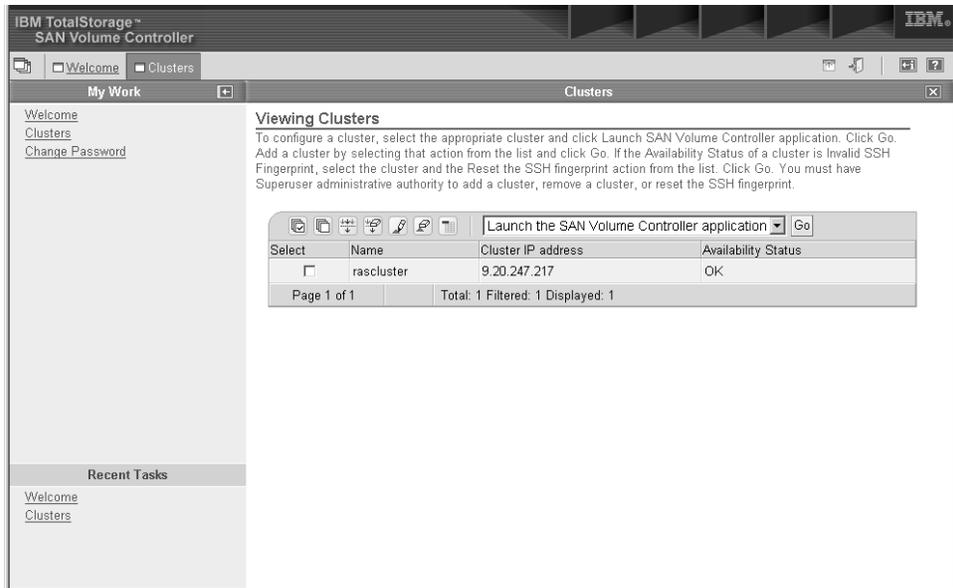

図 21. SAN ボリューム・コントローラー「クラスターの表示 (view cluster)」パネル
3. 左ナビゲーション・メニューから「**クラスター (Clusters)**」を選択して、必要な構成およびサービス・ツールにアクセスし、6 ページの図 21 に表示された画面を調べます。